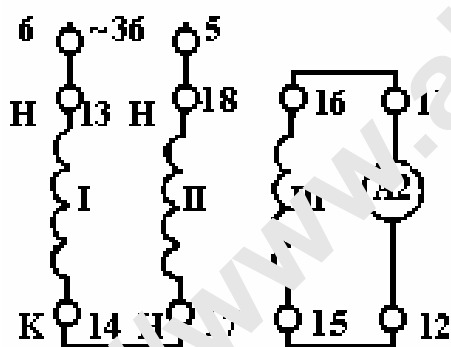

Рисунок 4
6. Для определения начала третьей катушки обмотки собирается схема по рис. 4.